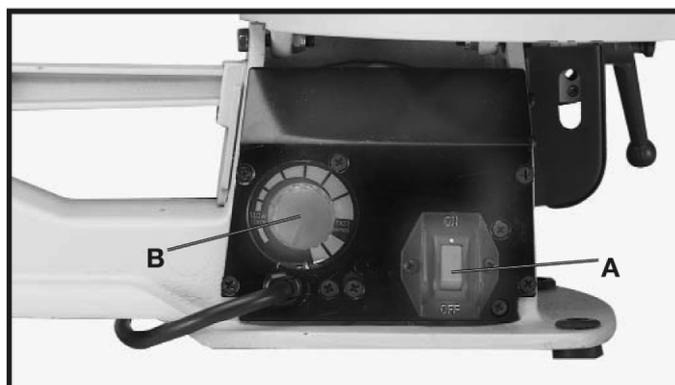

Fig. 17
O interruptor liga-desliga (A) Fig.17, e a chave interruptora de variação de velocidade (B) Fig.17.no lado direito da base da serra tico-tico de bancada, conforme mostrado. Para **LIGAR** a serra, empurre o interruptor (A) até a posição “LIGADO”. Para **DESLIGAR** a serra, empurre o interruptor para baixo, para a posição “OFF”.
A serra está equipada com um botão de controle de variação de velocidade (B) Fig 17. A variação de velocidade vai de 650 a 1650 golpes por minuto. Quando a chave de variação da velocidade é girada toda para a esquerda (sentido anti-horário) a velocidade será de 540 golpes por minuto. Para aumentar a velocidade, gire o botão(B) para a direita (sentido horário) até alcançar a velocidade almejada. Quando o botão (B) é girado todo para a direita (no sentido horário), a velocidade será de 1300 golpes por minuto.